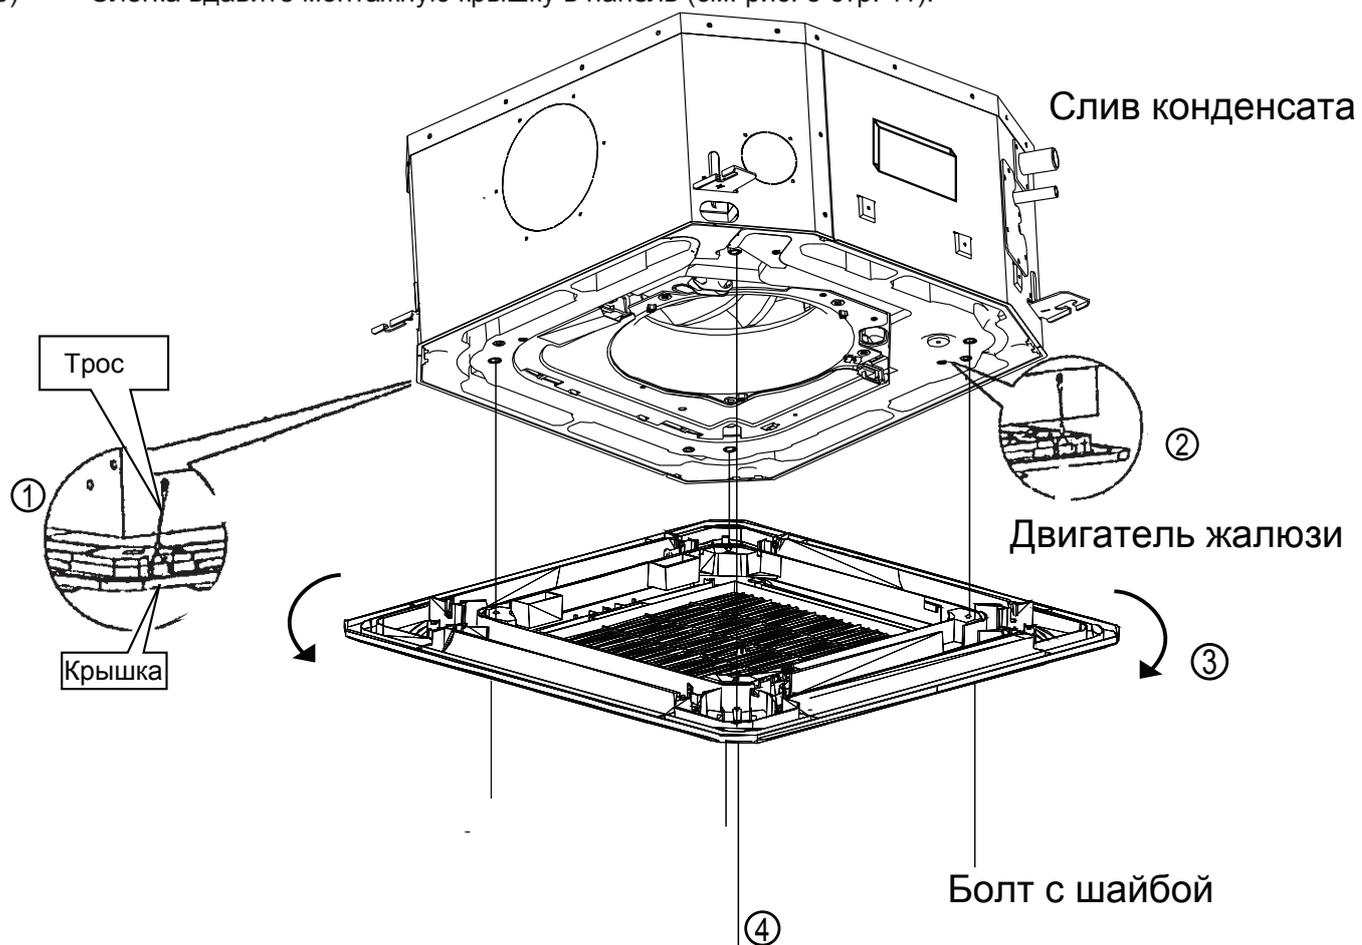

Рис. 1
- б) Вставьте петли панели на стороне привода поворота жалюзи и на противоположной стороне в крюки водоприемного устройства. Затем подвесьте две другие петли панели на соответствующие крюки корпуса (см. рис. 1 на стр. 10).
- в) Отрегулируйте четыре подвеса блока так, чтобы корпус располагался горизонтально, и равномерно прижмите панель к потолку винтами (см. рис. 1 на стр. 10).
- г) Отрегулируйте положение панели, слегка поворачивая ее в направлении, показанном стрелками на рис. 1 (стр. 10), чтобы совместить центр панели с центром отверстия в потолке. Проверьте надежность крепления панели в углах.